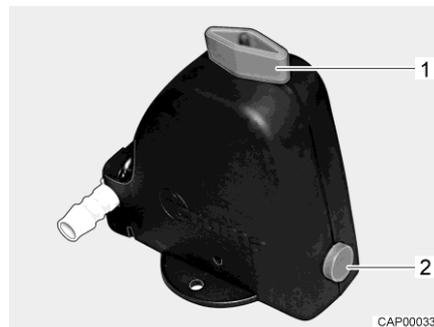
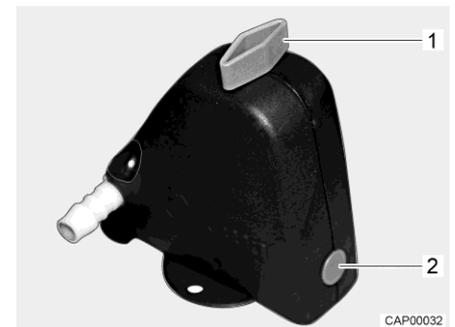

Fig. 101 Valvola di sicurezza/di scarico aperta
Fig. 102 Valvola di sicurezza/di scarico chiusa
- Chiudere la valvola di sicurezza/di scarico. A tal fine ruotare la manopola (Fig. 101,1) trasversalmente rispetto alla valvola di sicurezza/di scarico e premere verso l'interno il bottone automatico (Fig. 101,2). La valvola di sicurezza/di scarico chiusa è rappresentata in Fig. 102. Con temperature inferiori a 6 °C non è possibile chiudere la valvola di sicurezza/di scarico.